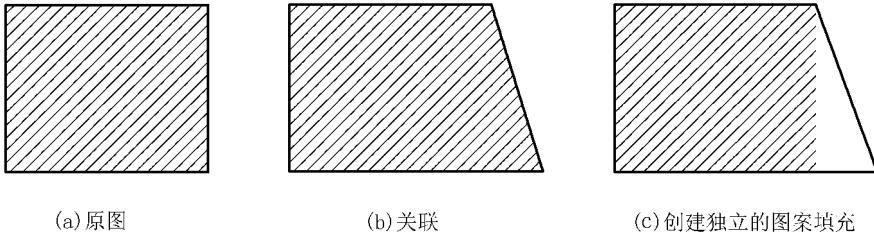

图 2-31 边界与填充关联
(2) 利用图层来控制图案填充的可见性。当图案填充所在的图层被关闭后, 图案与其边界仍保持着关联关系。即修改边界后, 填充图案会根据新的边界进行自动调整, 如图 2-31(b) 所示。
当图案填充所在的图层被锁定后, 也就是图案与其边界脱离关联关系。即边界修改后, 填充图案不会根据新的边界自动调整位置, 如图 2-31(c) 所示。